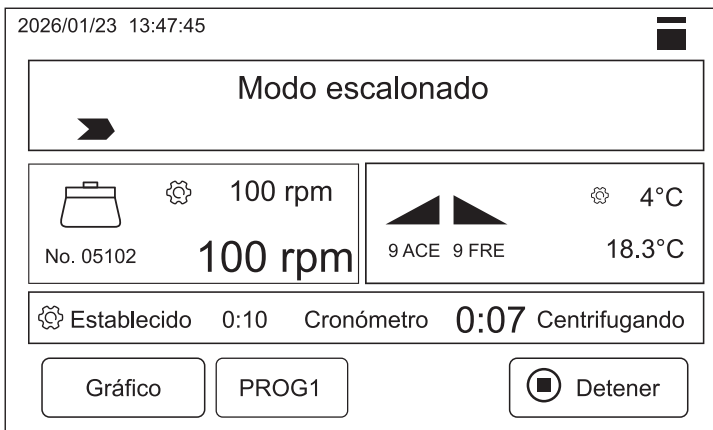

Figura 17.
c) Si está en “**Modo Escalonado**”, la interfaz de operación de inicio será como se muestra en la Figura 17 y 18.